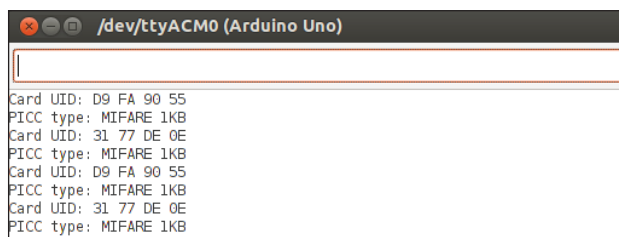

Рис. 28.2. Вывод в последовательный порт информации о метках
3. Подносим метку (карту или брелок) к считывателю и видим вывод в последовательный порт данных метки UID и тип (рис. 28.2).